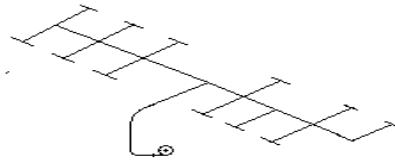

Рисунок 4 – Схема приточной вентиляции
3. Составляем схему приточной и вытяжной вентиляции для цеха в соответствии с размерами помещения L·B·H. Ориентируемся на упрощённые схемы рис.3. и рис. 4. Определяем длины магистральных воздуховодов и ответвлённых воздуховодов.